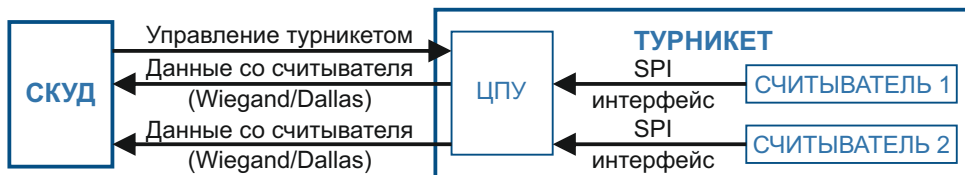

Рисунок 22. Структурная схема получения контроллером СКУД данных от встроенных считывателей CARDDEX серии «VSC»
- ① Проложите от турникета до контроллера пятижильный провод.
- ② На конце каждой жилы установить разъемы BLS-1 (рис. 22).
- ③ Подключите разъемы кабеля к контактам 5, 6 (Считыватель 1), 7, 8 (Считыватель 2) и 10 (GND) разъема X5 ЦПУ турникета.